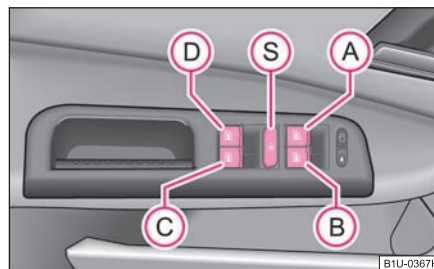

Fig. 36 Teclas en la puerta del conductor
Las teclas para las diferentes ventanillas se encuentran en el apoyabrazos de la puerta del conductor ⇒ página 42, fig. 36, puerta del acompañante y en las puertas traseras*.
Vd. puede poner fuera de servicio de las teclas en las puertas posteriores pulsando el interruptor de seguridad **S** ⇒ página 42, fig. 36. Se ponen de nuevo en funcionamiento las teclas en las puertas traseras pulsando repetidamente el conmutador de seguridad **S**.
- Si se transporta niños en los asientos traseros, se recomienda poner fuera de funcionamiento los elevalunas eléctricos de las puertas traseras (conmutador de seguridad) **S** ⇒ página 42, fig. 36.